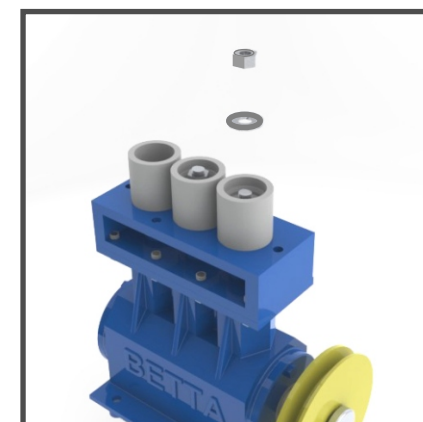

Fig. 42
**4- Fixar o reparo com a arruela e a porca de inox. (Fig. 42)**